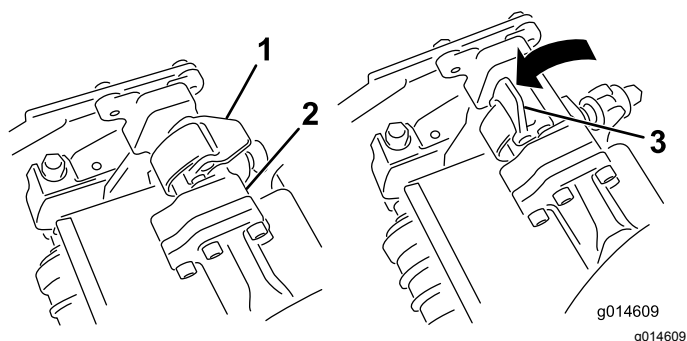
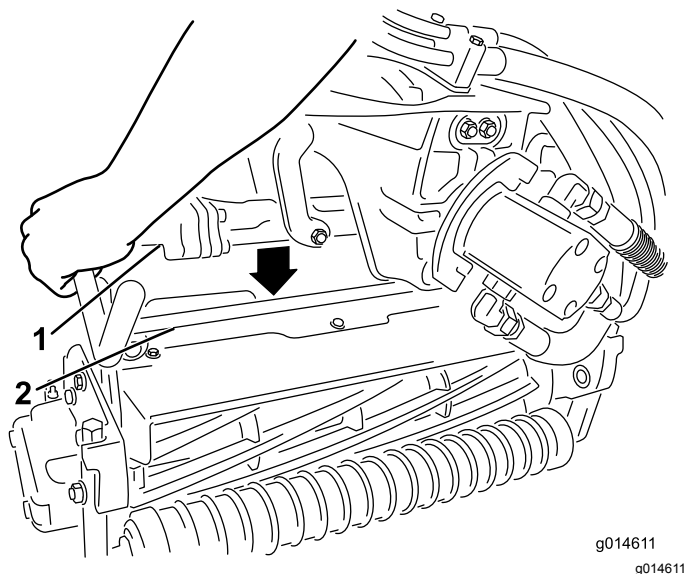

Figura 45
Figura 46
3. Con i fermi del braccio di sospensione rivolti verso l'alto (cioè aperti) (Figura 45), premete il braccio di sospensione verso il basso in modo che la barra si inserisca nella barra della parte superiore dell'apparato di taglio (Figura 46).
4. Chiudete i fermi spostandoli verso il basso e attorno alla barra dell'apparato di taglio, quindi bloccateli in posizione (**Figura 45**).
4. Aprite i fermi sulla barra del braccio di sospensione dell'apparato di taglio che state rimuovendo (Figura 45).